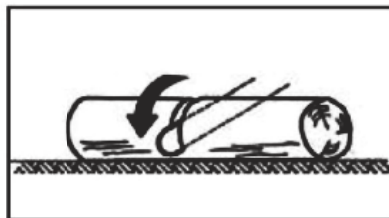

Abb.4A
1. Stamm auf der gesamten Länge abstützen: Schneiden Sie von oben (über den Stamm) und achten Sie darauf, nicht in den Boden zu schneiden (Abb. 4A).